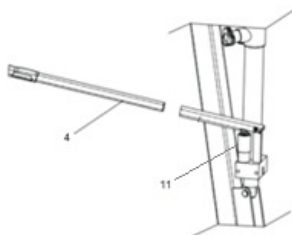

Abb. 6
1. Ziehen Sie den Griff heraus und setzen Sie den Stiel (4 – Abb. 6) in den Zylinder (11 – Abb. 6) ein, wie unten gezeigt.